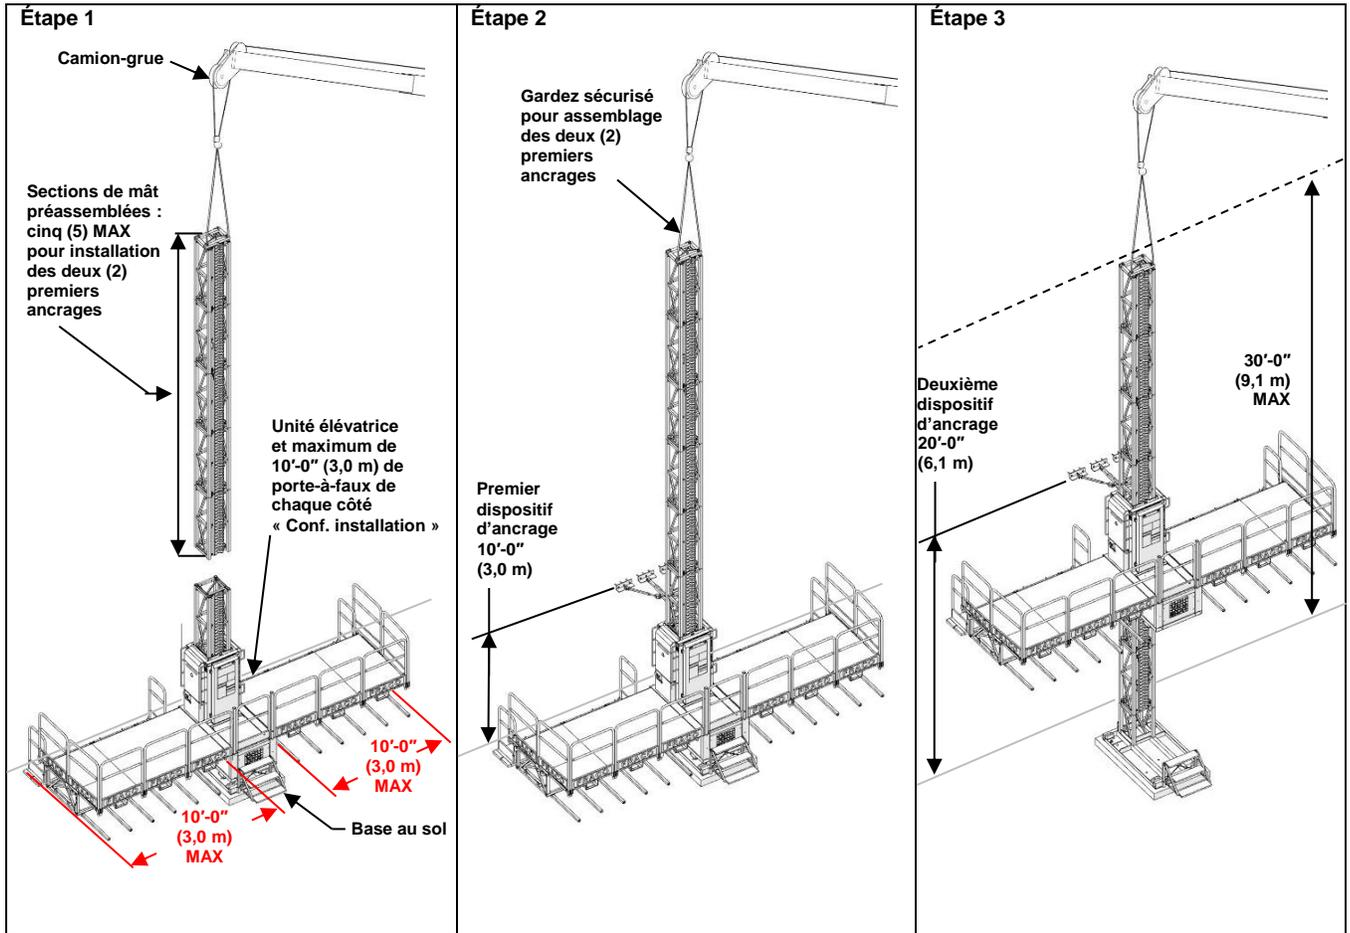

Figure 73 - Installation mâts et ancrages, base au sol
- Déboulonnez et retirez les sections de mât à l'aide d'un équipement de levage indépendant (grue, camion-grue ou chariot élévateur) en suivant les mêmes directives qu'à l'installation (voir Figure 73). Désassemblez jusqu'à 40'-0" (12,2 m) [8 sections de mât] de sections de mât **MAXIMUM** à la fois pour tous les ancrages au-dessus des deux (2) premiers.